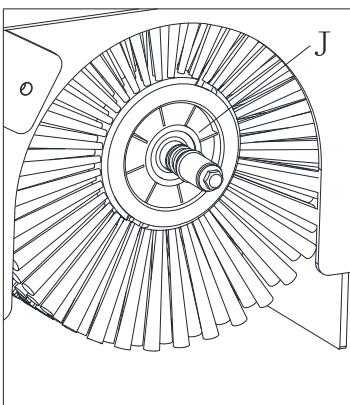
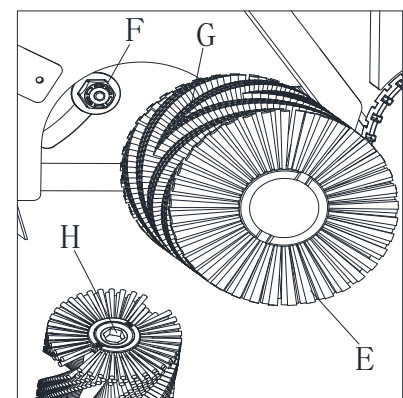

Abb. 26
Abb. 24
6. Entfernen Sie die Hauptkehrwalze (E, Abb. 24) zusammen mit der Nabe (J, Abb. 26).
7. Stellen Sie sicher, dass die Antriebsnabe (F, Abb. 24) frei von Schmutz oder Fremdkörpern (Fäden, Schnüre usw.) ist, die versehentlich aufgerollt wurden.
8. Die neue Hauptkehrwalze muss derart installiert werden, dass das Borstenmuster der Abbildung (G, Abb. 24) entspricht.
9. Setzen Sie die neue Hauptkehrwalze ein und stellen Sie sicher, dass der Sechskanteingriff (H, Abb. 24) korrekt auf die Antriebsnabe (F, Abb. 24) passt.
10. Installieren Sie die Nabe (J, Abb. 26) in der Hauptkehrwalze.